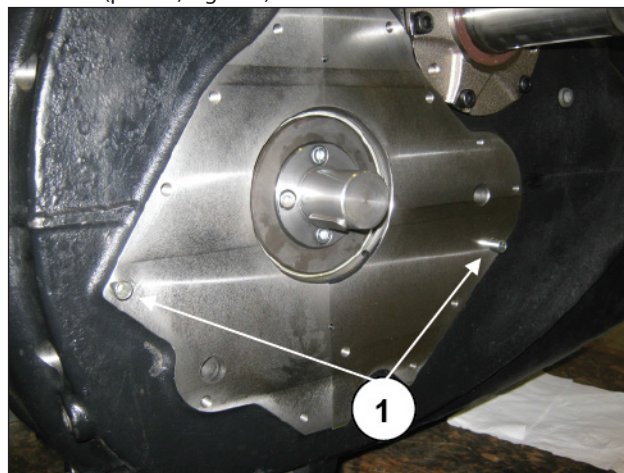

Fig. 125
Introducir los 2 casquillos de centrado del cuerpo de la bomba de aceite (pos. ①, Fig. 125).